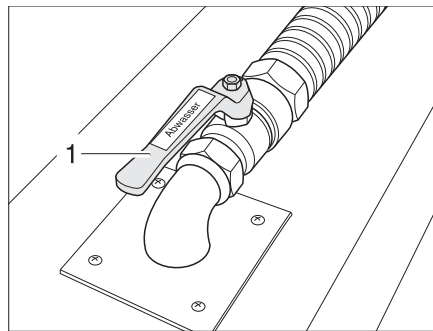

Bild 260 Abwasserhahn
Der Abwasserhahn (Bild 260,2) ist im Doppelboden angebracht. Der Abwasserhahn ist durch den Schriftzug "Abwasser" gekennzeichnet.
- Abwasserhahn (Bild 260,2) öffnen. Das Abwasser läuft ab.